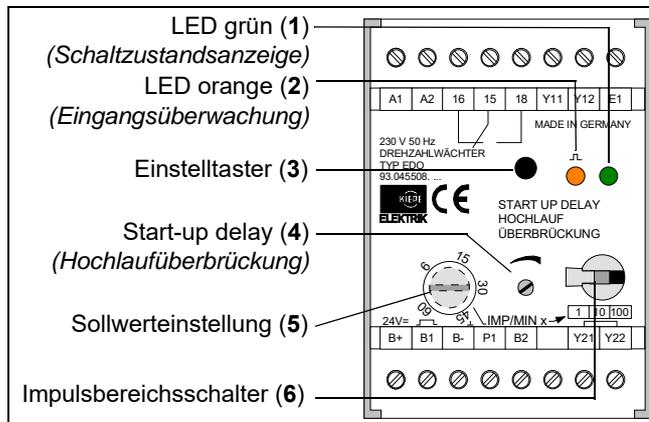

Abb. 3-1: Bedienelemente des Drehzahlwächters
Der Drehzahlwächter EDO hat ein stabiles Kunststoffgehäuse (8) zur Hutschienenmontage. Die Anzeige- und Bedienelemente sind auf der Geräteoberseite angebracht (s. Abb. 3-1).